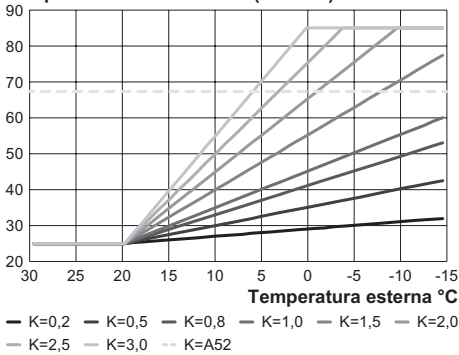
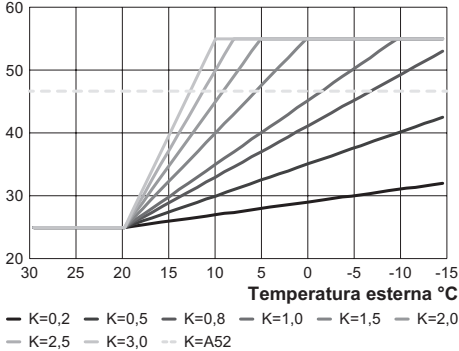
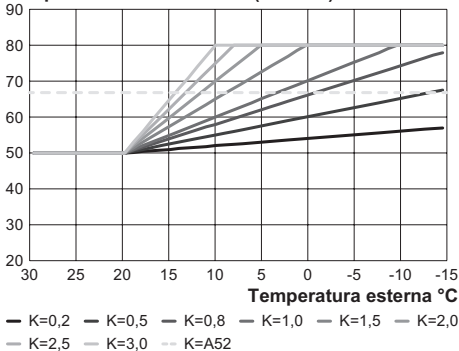

Figura 5.16
Figura 5.17
Figura 5.18
Con temperatura di regolazione riscaldamento **25-85°C** (Figura 5.16) o con temperatura di regolazione **25-55°C** (Figura 5.17) o con temperatura di regolazione **50-80°C** (preimpostata di fabbrica) (Figura 5.18) (vedere "Selezione del set temperatura riscaldamento" a pag. 38).
- Utilizzando i tasti 15 o 16 è possibile modificare il valore del parametro P08 da un minimo di **1,0** ad un massimo di **3,0** in base alla curva scelta del coefficiente K in Figura 5.17 (il valore letto sul display corrisponde a valori decimali di coefficienti K).